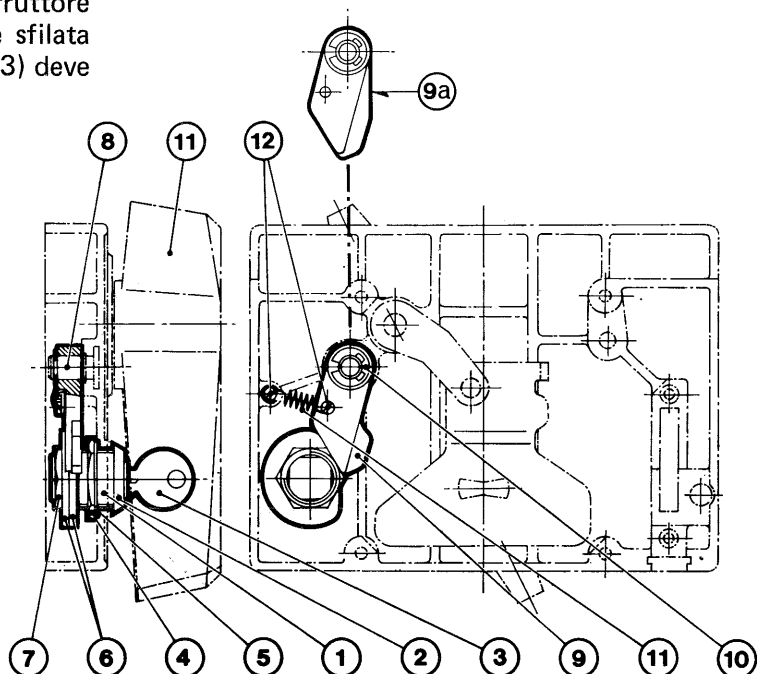

Fig. 22
- a - estrarre dalla maniglia (1) il tappo
- b - montare nell'ordine la molla (3), il perno (4), il pulsante (5) e la levetta (6) fissando il tutto con la spina elastica (7).
**9.6.3. Dispositivo di blocco a chiave (fig. 22)**
- b - rompere il diaframma (1) sulla scatola dell'applicazione
- c - inserire nella sede appena creata la serratura (2) mantenendo la chiave (3) come a figura bloccandola dall'interno con il dado (4) e la rosetta (5)
- d - infilare nella serratura (2) le camme (6) come in figura e bloccarle con il dado (7)
- e - infilare sul perno (8) la leva di blocco (9) fissandola con l'anello elastico (10). Inserire la molla (11) mediante le viti (12)
- girando la chiave (3) sia con l'interruttore aperto o chiuso questa può essere sfilata dalla serratura mentre la maniglia (13) deve rimanere bloccata.
- a - remove the plug from handle (1)
- b - fit successively : spring (3), pin (4), push-button (5) and lever (6) and secure with pin (7).
**9.6.3. Keylock device (fig. 22)**
- b - break diaphragm (1)
- c - introduce into the recent seat the lock (2) keeping the key (3) as shown on the figure and secure it with nut (4) and washer (5)
- d - fit the cams (6) on the lock (2) as shown on the figure and secure them with nut (7)
- e - fit the lever (9) on pin (8) securing with elastic ring (10) fit spring (11) with screws (12)
- with the breaker either closed or open, if the key (3) is turned extraction must be allowed while handle (13) must be locked
**9.6.4. Dispositivo di interblocco a chiave fra due o più interruttori (fig. 22)**
- con l'interruttore aperto girando la chiave (3) di 90° questa può essere sfilata dalla serratura e la maniglia (13) dovrà rimanere bloccata
- con l'interruttore chiuso la chiave (3) non potrà girare nella serratura e la maniglia (13) dovrà essere libera.
**9.6.4. Key interlock between two or more breakers (fig. 22)**